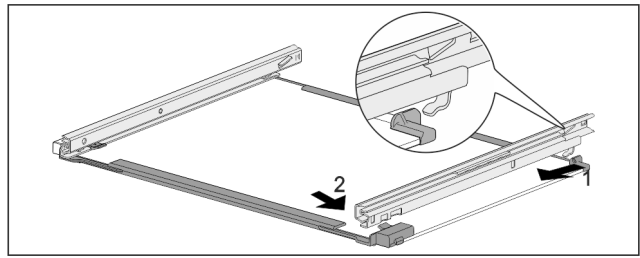

Fig. 149 Скляна пластина з рейками
- ▶ Зачепити рейку ззаду. Fig. 149 (1)
- ▶ Зафіксуйте рейку спереду. Fig. 149 (2)